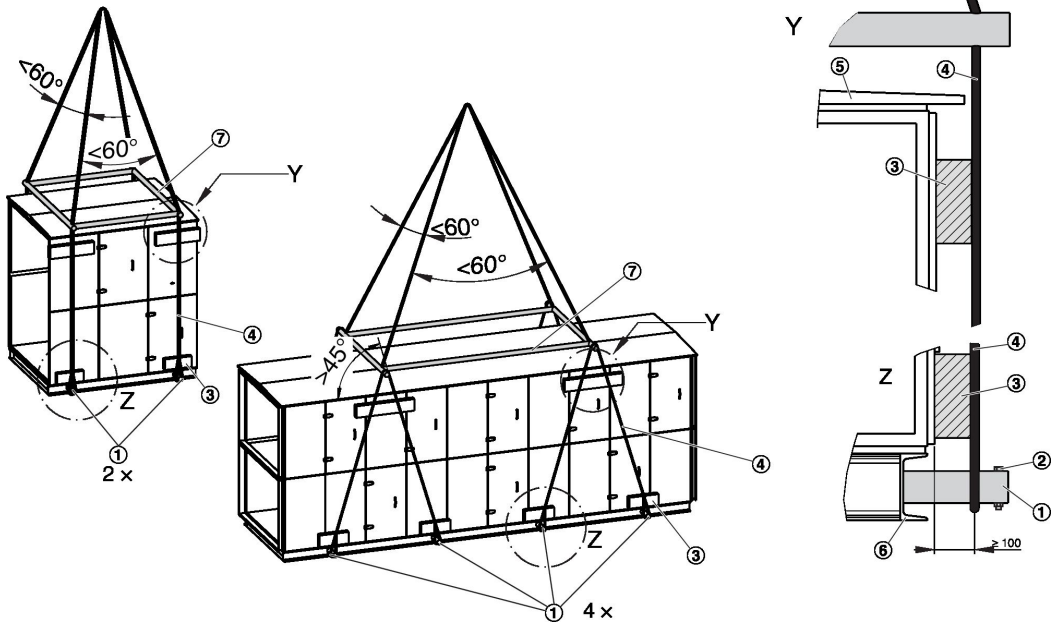

Abb. 14: Anschlag mit zwei oder vier Transportrohren
Die Anzahl der Bohrungen im Grundrahmen (*Abb. 14/6*) gibt die Anzahl der zu verwendenden Transportrohre (*Abb. 14/1*) vor.
- Die Anschlagart entsprechend der Anzahl der verwendeten Transportrohre auswählen *Abb. 14*
1. Die Transportrohre (Abb. 14/1) in die Bohrungen im Grundrahmen schieben.
Die Transportrohre mit den Schrauben (Abb. 14/2) sichern.
2. Anschlagmittel (Abb. 14/4) um die Rohrenden der Transportrohre legen.
Anschlagmittel zwischen Grundrahmen (Abb. 14/6) und den Schrauben (Abb. 14/2) positionieren.
Die Kanten mit Distanzhölzern (Abb. 14/3) schützen. Bei Bauteilen/Geräten mit Dach (Abb. 14/5) Distanzhölzer so auswählen, dass der Abstand zwischen Anschlagmittel und Gerät von 100 mm gewährleistet ist.
Die Anschlagmittel geeigneten Spreizvorrichtungen (Abb. 14/7) im Dachbereich, z. B. mit einer Traverse auseinander halten.